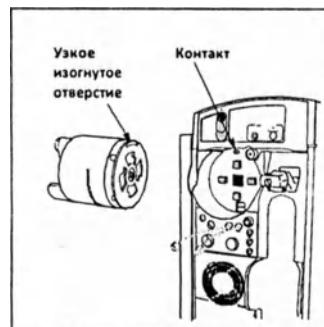

Рис. 7-5 Выравнивание предохранительного диска
1. Чтобы установить блок, выполните указанную выше процедуру («Разборка и сборка модуля удаления конденсата») в обратном порядке, совместив узкое изогнутое отверстие с контактом (См. Рис. 7-5).